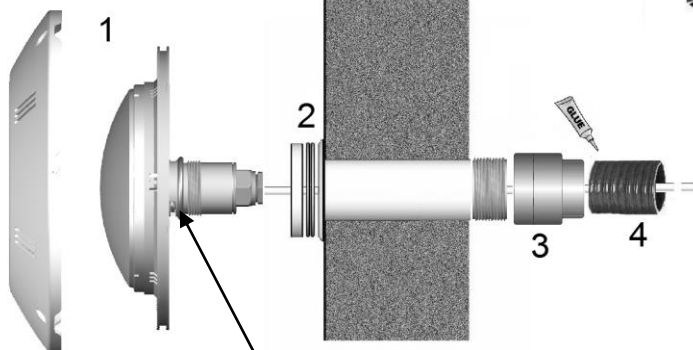

Fig.2
- Installez le joint torique noir adapté à la prise balai au niveau du filetage arrière (Fig.2)